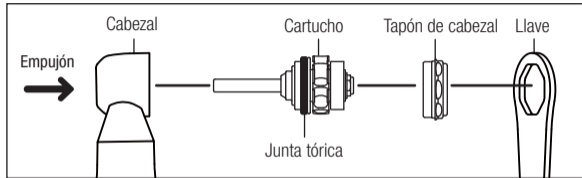

Fig. 12
- Asegúrese de que los dos anillos (Fig.12) estén correctamente colocados en el cartucho.